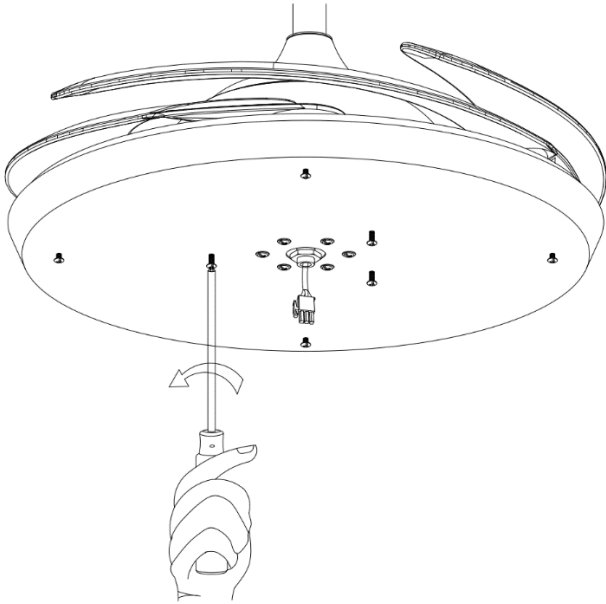

Fig. 9
1. Afloje los 3 tornillos de la placa de soporte del juego de luces. (Fig.9)